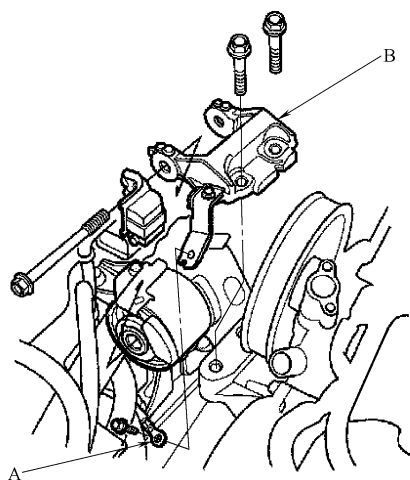

图 23-99 拆下接地线和发动机侧安装支架的上半部分
6) 把接地线 A 从发动机侧安装支架 B 上拆下 (图 23-99), 然后再拆下发动机侧安装支架的上半部分。